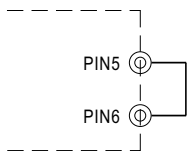

图 4.1 插入CN1的短路连接器
- (1) 插入CN1的短路连接器,如图4.1所示,过载保护模式将为恒电流限制延迟3秒后关机,重启恢复